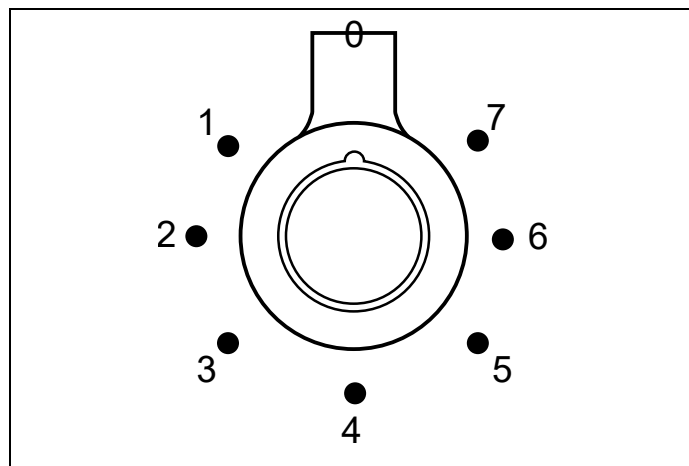

Fig. 20
- Tryck in och vrid vredet (Fig. 20) moturs till önskad inställning.